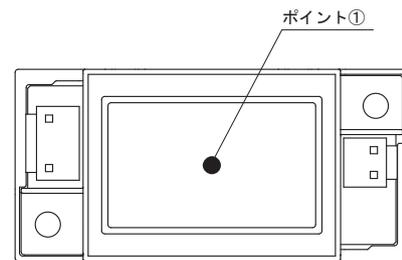
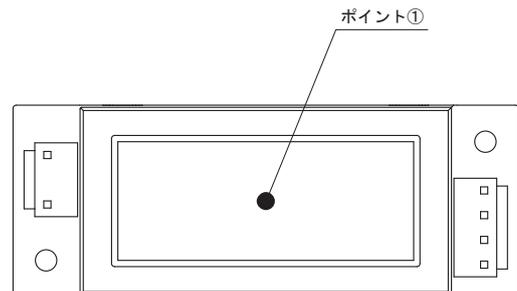

図6.4 温度測定ポイント (TECS10F/20F-N)
図6.5 温度測定ポイント (TECS45F/65F-N)
- ・カバーを付けたタイプです。出力ディレーティングはオプション“-N”のディレーティングをご参照ください。図6.4、図6.5で示す温度測定ポイントの温度が表6.4～表6.7で示す温度以下となるようにお使いください。期待寿命は表6.8～表6.11、無償補償期間は表6.12～表6.15をご参照ください。ポイント上限温度での期待寿命は2年以上です。